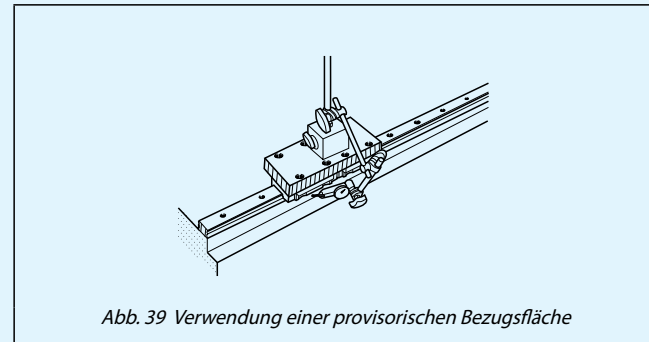

Abb. 39 Verwendung einer provisorischen Bezugsfläche
- Es wird eine provisorische Bezugsfläche nahe der Montagefläche des Gestells vorbereitet und die Führungsschiene anschließend provisorisch befestigt. Anschließend wird ein Justierelement wie in Abb. 39 gezeigt auf der Oberseite des Führungswagens befestigt. Die Messuhr wird an die vorübergehende Bezugsfläche angelegt und nacheinander die Befestigungsschrauben der Führungsschiene angezogen, während überprüft wird, ob die Bewegungsrichtung des Führungswagens weiterhin gerade bleibt.